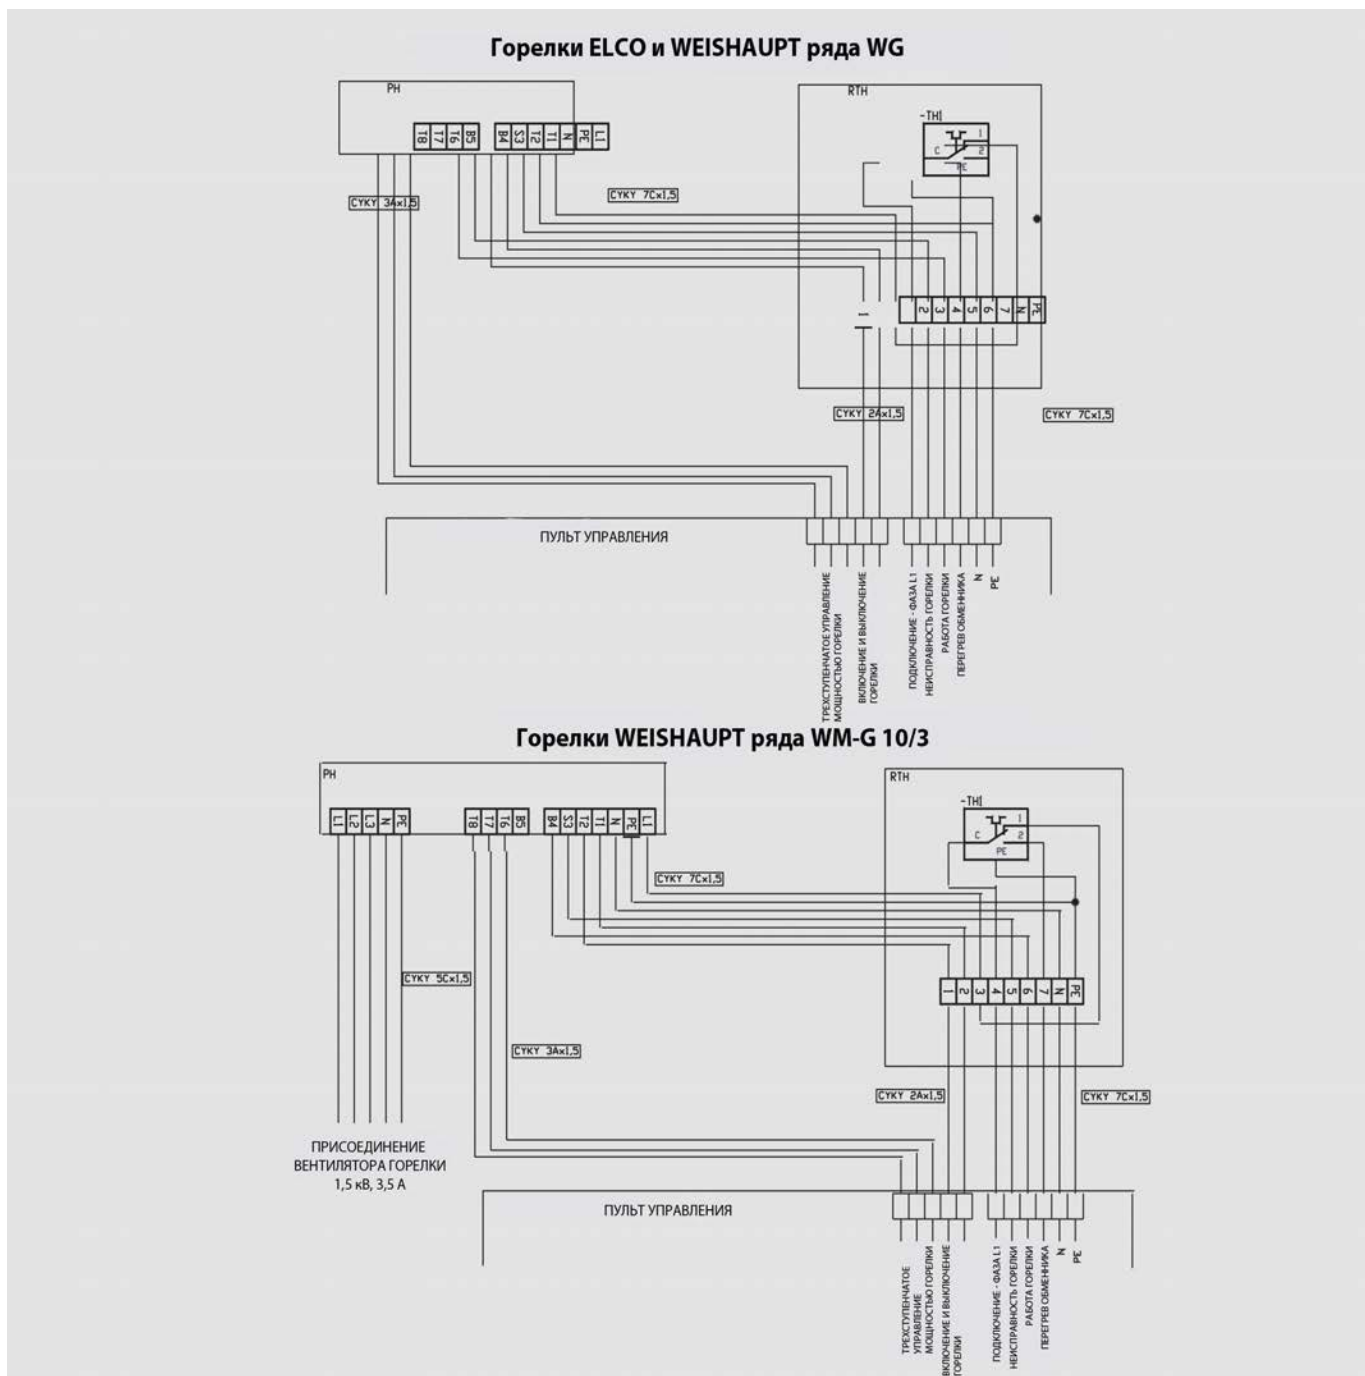
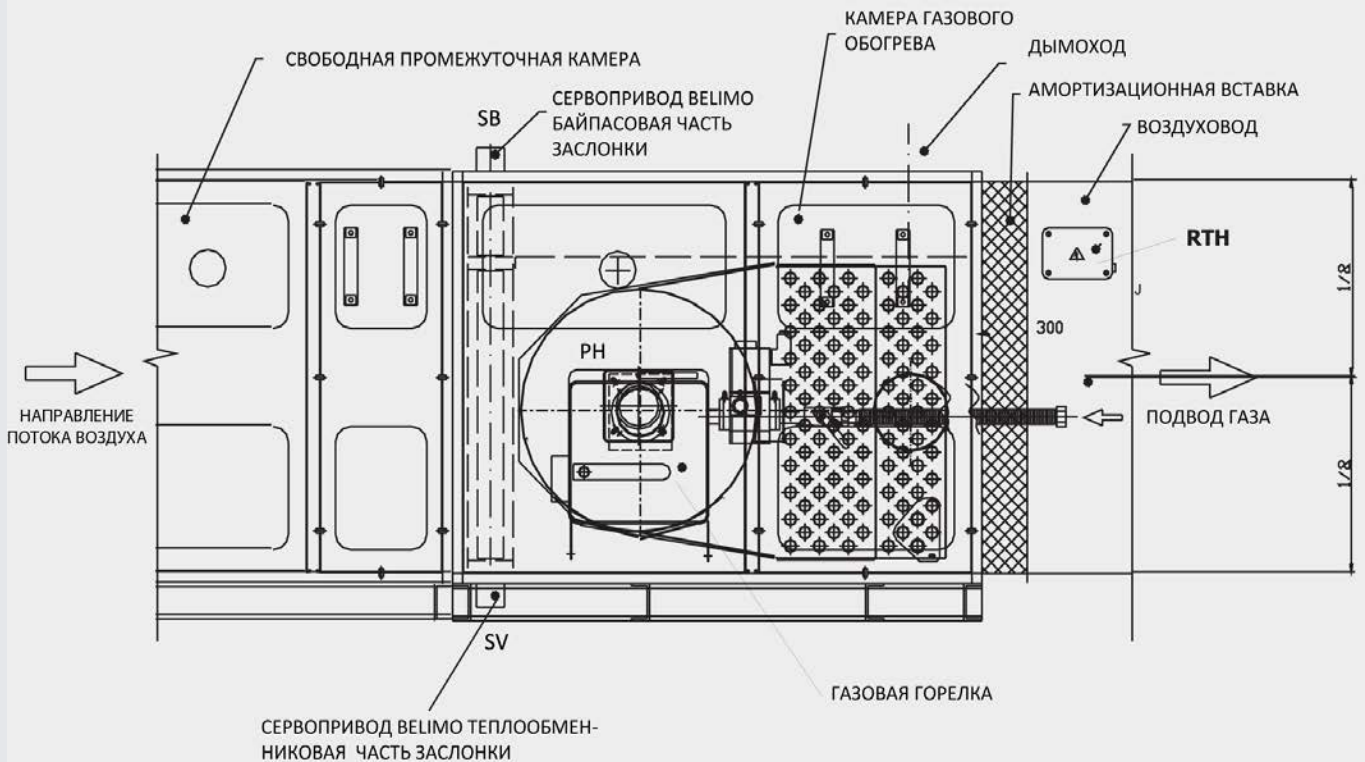

Рис. 1.11. Подключение шкафа RTH с газовой горелкой PH
Рис. 1.12. Расположение компонентов КИП камер с газовым обогревом PECIN размера 6/90 – 40/610
Газовые обогревательные камеры размеров 6/90 – 40/610 – необходимый нагрев воздуха достигается модулированием актуальной мощности горелки на основании управляющего сигнала от шкафа управления КиП (трехточечное управление) – см. рис. 1.11.
1. К камере газового обогрева должен быть присоединен шкаф с аварийным термостатом RTH согласно рис. 1.11. Расположение аварийного термостата изображено на рис. 1.12.
Электрическое присоединение каждой из двух горелок производится согласно схемы на рис. 1.11.
1. К каждой горелке должен быть подключен шкаф с аварийным термостатом RTH согласно рис. 1.11. Расположение аварийных термостатов и их капилляры согласно рис. 1.12.